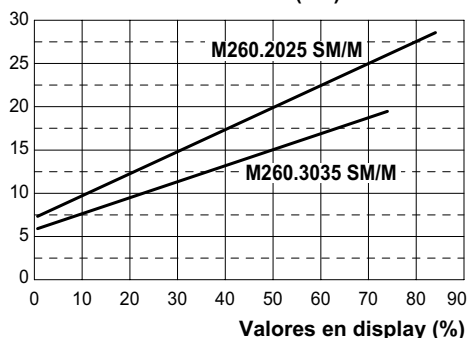
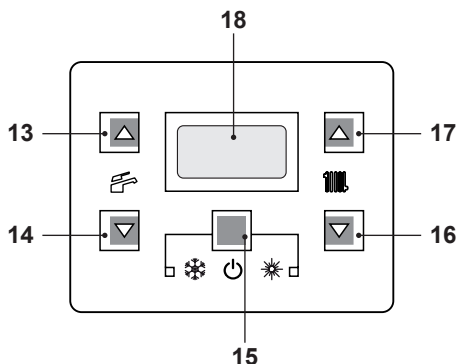
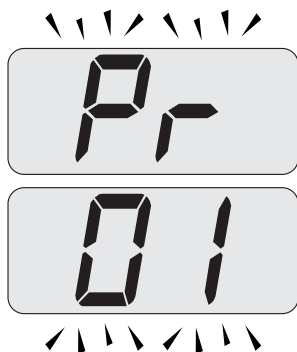

Figura 7.9
Figura 7.12
Figura 7.13
La regulación de la potencia útil en funcionamiento de calefacción es independiente de la configurada para el agua sanitaria. El gráfico de la Figura 7.9 muestra cómo varía la potencia útil de la caldera al modificarse el valor ajustado en la tarjeta de control.
- Entre en la "modalidad de programación" pulsando simultáneamente durante 10 segundos los botones 15 - 16 - 17 (Figura 7.12) hasta que aparezcan en la pantalla LCD las letras **Pr** alternadas con el código **01**, que indican la entrada en el "parámetro 01" (Figura 7.13).
- Pulse simultáneamente los botones 15 y 17 (Figura 7.12) hasta que aparezca en la pantalla LCD el valor del parámetro 12 (Figura 7.15) (74 = M260.2025 SM/M o 84 = M260.3035 SM/M).
- Usando los botones 16 o 17 (Figura 7.12) se puede modificar el valor del parámetro 12 (consultese el gráfico Figura 7.9 para determinar el valor correcto en función de la potencia útil de calefacción).
- Pulsando el botón 15 (Figura 7.12) se confirma el valor introducido.
- Pulsando simultáneamente los botones 15 y 16 (Figura 7.12) se sale sin modificar el valor (se vuelve a la lista de parámetros Figura 7.14).
- Pulsando simultáneamente durante 10 segundos los botones 15 - 16 - 17 (Figura 7.12) se sale de la "modalidad de programación".